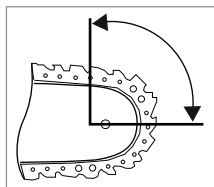

Fig. 1
- În anumite situații, contactul cu vârful șinelor poate duce la o reacție neașteptată, orientată în spate, în cadrul căreia lama ⑤ este proiectată în sus și în direcția utilizatorului (a se vedea fig. 1).